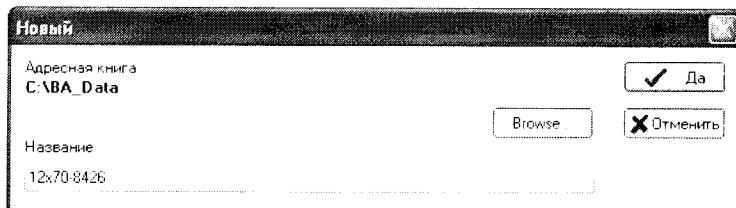

Рис.5 – Панель «Новый»
7.3.5.10 Запустить программу «ВА Control». В панели «ВА Control» выбрать «Файл > Новый», а в панели «Новый», смотри рисунок 5. Задать название файла для измерения. Рекомендуемое название файла: калибр – номер ствола, например 12\_70-8426. Программа «ВА Control» автоматически дополнит дату перед названием файла для получения окончательного названия: ГОД-МЕСЯЦ-ДЕНЬ, \_калибр-номер ствола.
7.3.7.5 Запустить программное обеспечение «BA Control». В панели «BA Control» выбрать «Файл > Новый» и, в панели «Новый» задать название файла для измерения (например: Калибровка Kistler 6215 или калибровка Kistler 607C2 зав. № XXXX) см. рис. 5.